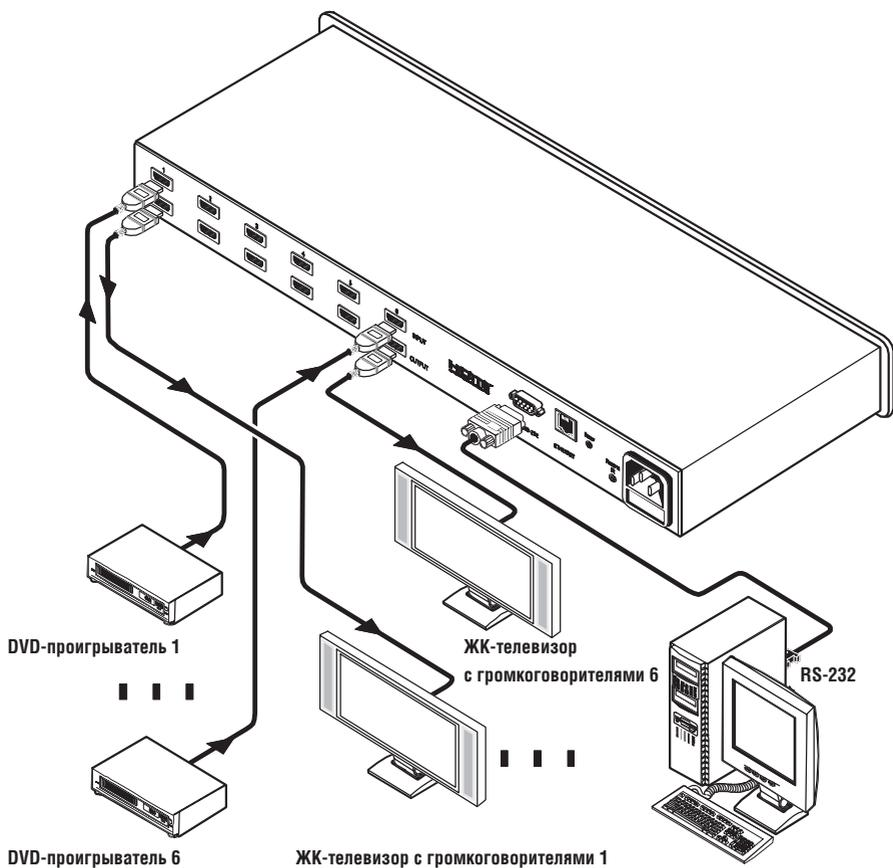

Рис. 4. Подсоединение матричного коммутатора VS-66H
4. Подсоедините сетевой шнур к розетке электросети (на рис. 4 не показан).